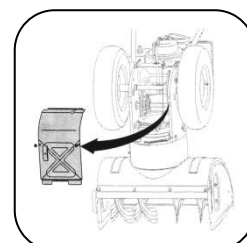

Figure 21
2. Tourner avec précaution la souffleuse à neige vers le haut et vers l'avant pour qu'elle repose sur le boîtier de la charrue. Retirez le couvercle du cadre du dessous de la souffleuse à neige, en retirant les quatre vis auto-taraudeuses qui le fixent. Reportez-vous à la Figure 21.